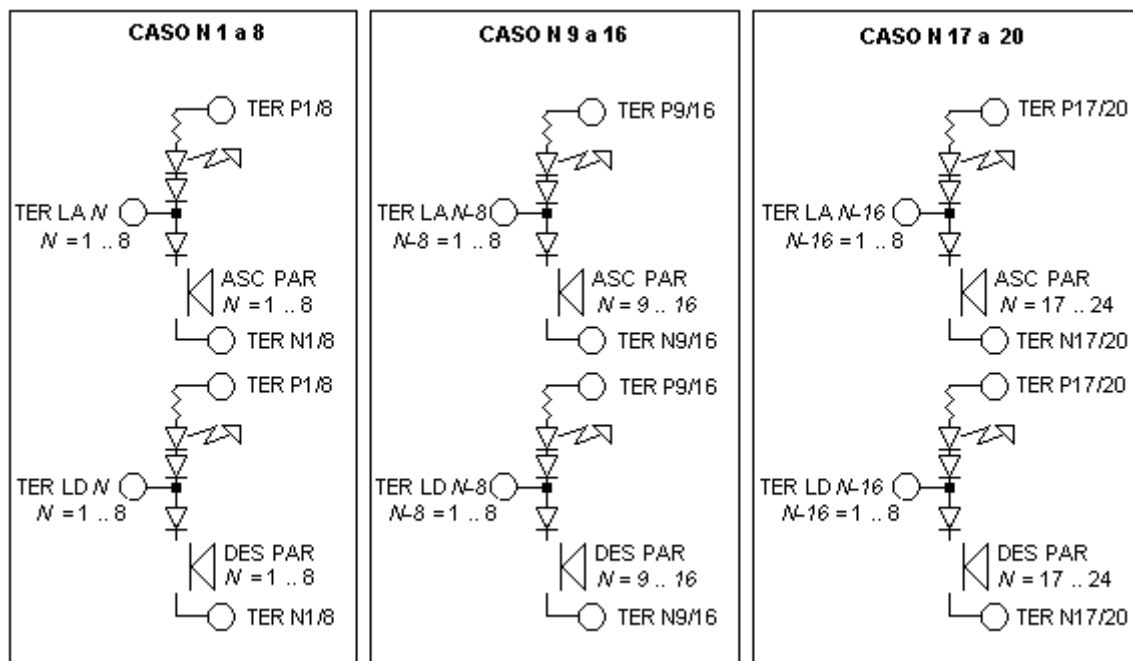

Figura 18
- Los pulsadores de llamada descendente y de llamada ascendente de una parada N comprendida entre 9 y 16 se conectan a los terminales P9/16 y N9/16, y respectivamente a los terminales LD $N-8$ y LA $N-8$ y según la Figura 18
- Los pulsadores de llamada descendente y de llamada ascendente de una parada N comprendida entre 17 y 20 se conectan a los terminales P17/20 y N17/20, y respectivamente a los terminales LD $N-16$ y LA $N-16$ según la Figura 18.
En el circuito de la Figura 18, los LEDs de registro activos destellan. Para eliminar este destello, se pueden conectar los LEDs de registro según la figura Figura 10.